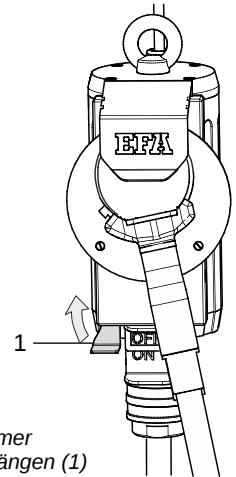

Abb. 6.1 – Trimmer aushängen (1)
1) Verriegelungshebel (1) nach links bewegen, dann nach oben schieben, bis die Haltestange (2) freigelegt wird, s. Abb. 6.1.